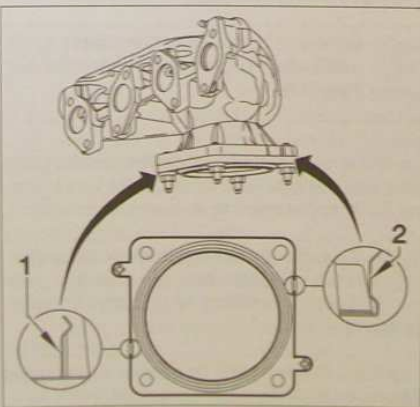

FIG. 37
- remplacer le joint du catalyseur et respecter son sens de montage (Fig.37).
Pour le catalyseur, respecter : le sens de montage de son joint : placer la languette (1) dans l'encoche du catalyseur côté filtre à huile et la languette (2) dans celle de la bride du collecteur côté alternateur (Fig. 37).